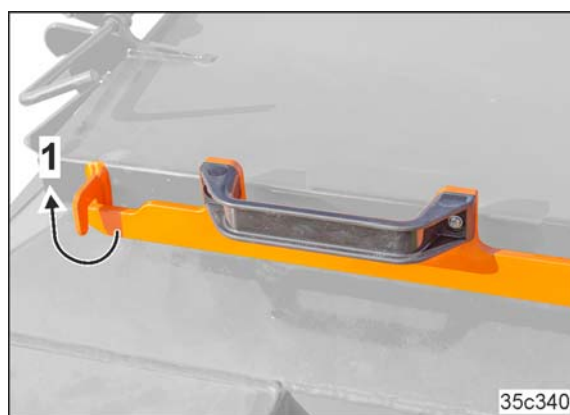

Fig. 253
2. Hebel entriegeln (Fig. 253/1)